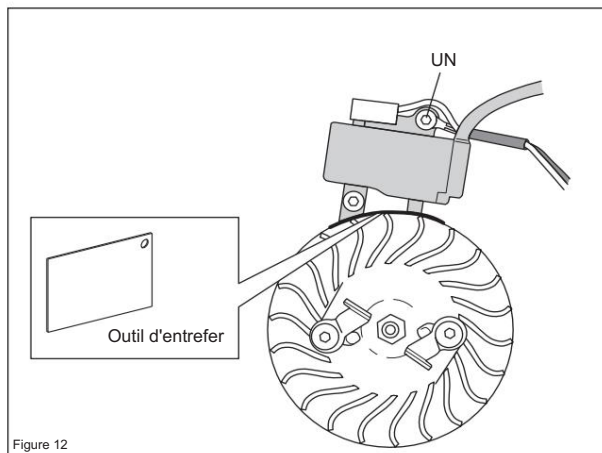

Figure 12
Tourner le volant moteur de sorte que les aimants soient alignés avec le module d'allumage. Monter le module d'allumage avec la jauge d'épaisseur en plastique (502 51 34-02) maintenue en position en même temps, sans serrer les vis. Monter le câble de masse (noir) (A). Réglez une distance de 0,3 +/- 0,1 mm, entre le module d'allumage et l'aimant. La mesure s'applique aux deux cosses les plus basses du module d'allumage. Serrer les vis, couple de serrage 4,5-6 Nm. Monter le câble bleu sur le module d'allumage. (voir figure 12)